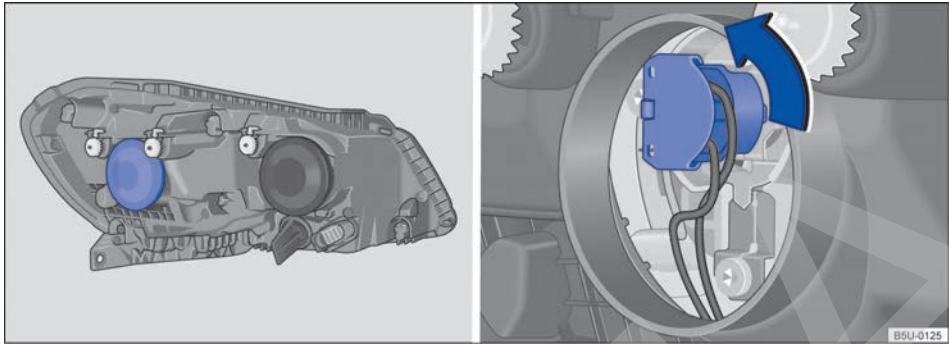

Fig. 173 En el compartimento del motor (variante 1): ubicación y portalámparas de la lámpara incandescente del farol bajo.
3.	Remover la cobertura de goma en la parte trasera del farol ⇒ fig. 173 .